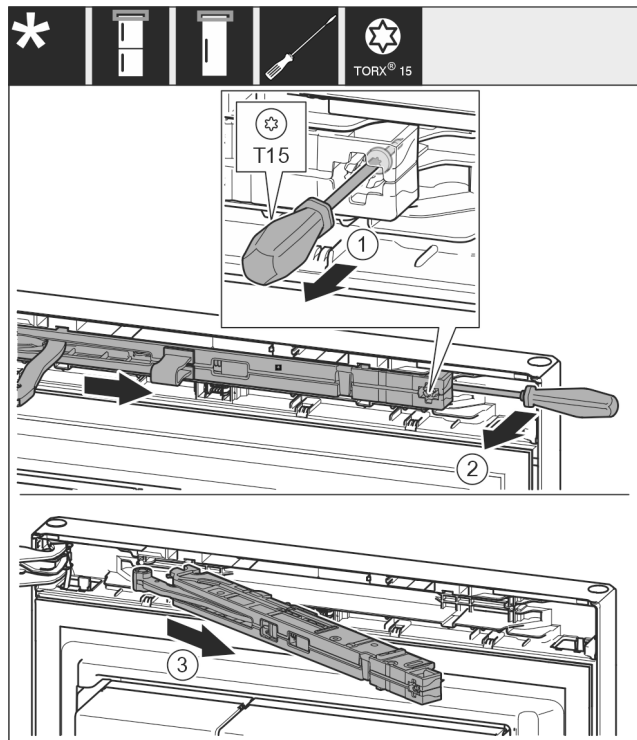

Fig. 12
- ▶ Šroub Fig. 12 (1) na jednotce tlumiče zavírání povolte šroubovákem 14 mm.
- ▶ Vypačte jednotku tlumiče zavírání Fig. 12 (2) na straně madla šroubovákem dopředu.
- ▶ Vytáhněte jednotku tlumiče zavírání Fig. 12 (3).